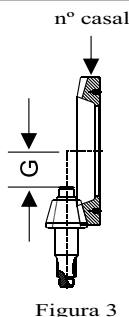

Figura 3
A medida da profundidade básica do pinhão (G) é efetuada desde o centro da coroa até a face frontal do pinhão, mas devido as tolerâncias de fabricação a medida diverge geralmente da medida básica padrão (Conforme figura 3). Esta divergência encontra-se gravada na coroa de cada conjunto.